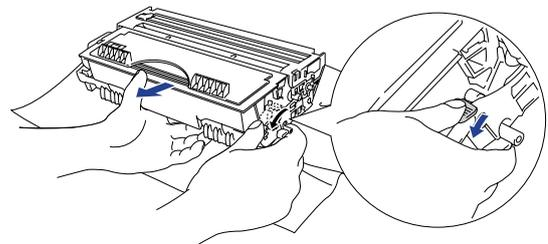

图 5-1
- (1) 打开打印机前盖，取出硒鼓单元；
- (2) 将硒鼓单元放在一个水平面上，用右手往下推锁定杆，从硒鼓单元中取出墨粉盒；（图 5-1）
- (3) 打开新硒鼓单元的包装；